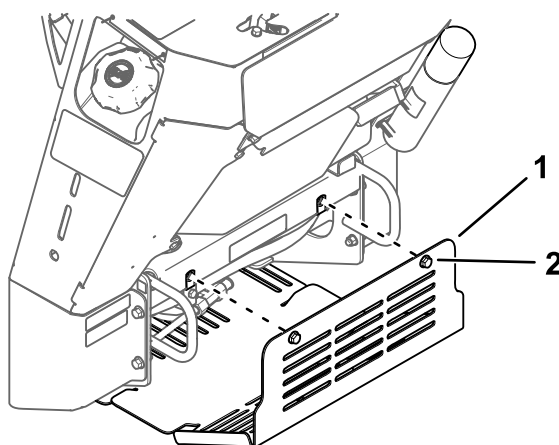

図 20
3. 下部シールドを機体に固定しているボルト2本を交互にゆるめてシールドを外す 図 20。